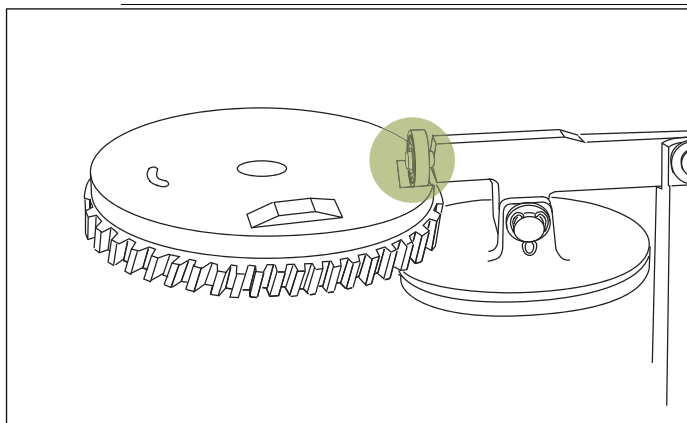

Рис. 57. BUL2: кулачковый диск и ролик на тормозном рычаге
Приводной механизм BUL находится в точном положении, когда ролик на тормозном рычаге вошел в выемку на кулачковом диске. См. рис. 57.
8. Проверьте, чтобы центр выемки кулачкового диска останавливался в пределах  $\pm 2$  мм от центра ролика на тормозном рычаге. См. рис. 57.